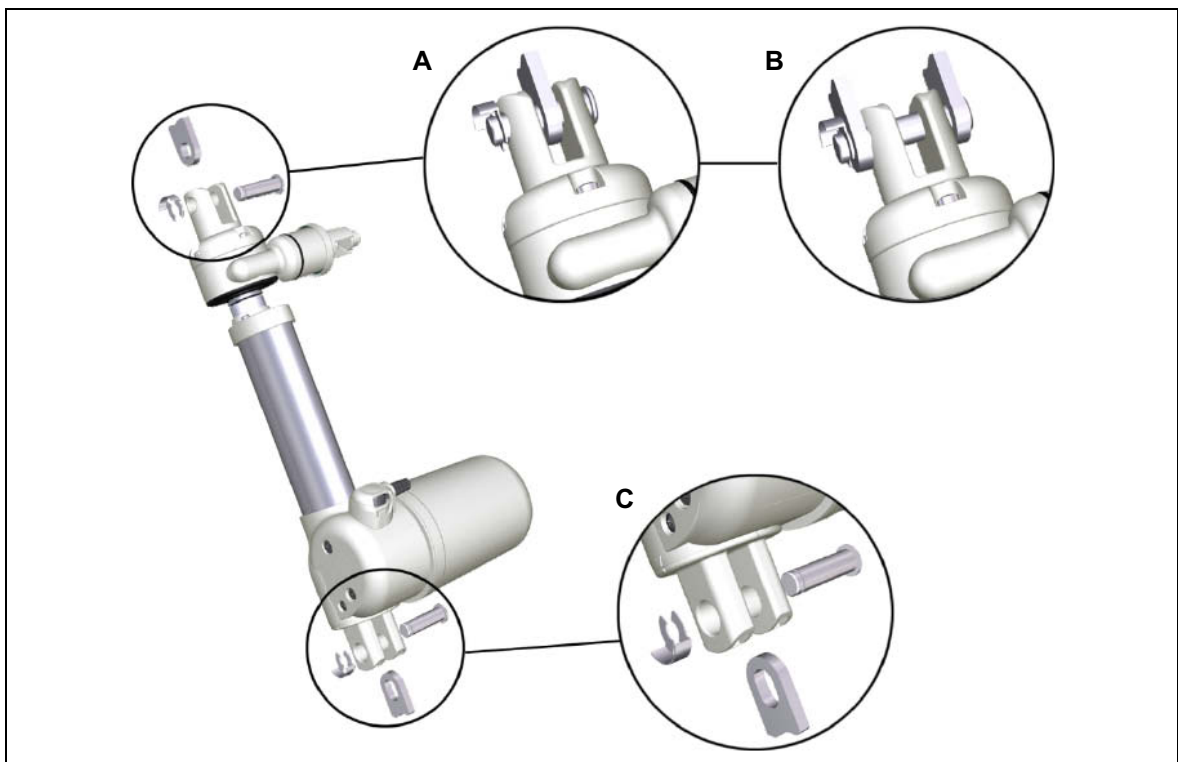

Abbildung 23 Empfohlene Beschlag-Auslegung
Neben dem genauen Fluchten der Beschläge zueinander, ist sicherzustellen, dass auf beiden Seiten der Beschläge nur eine Befestigungslasche (**A** in Abbildung 23) verwendet wird. Die Gefahr, dass beide Befestigungslaschen nicht miteinander fluchten und dadurch die Antriebseinheit verkantet, wird mit dieser Maßnahme reduziert.
Der Antrieb muss fest eingebaut sein, jedoch soll genügend Bewegungsfreiheit an seinen Befestigungspunkten vorhanden sein. Der Antrieb muss so befestigt werden, dass er in allen Positionen gegen Verdrehen und Verbiegen geschützt ist. Es können auch Beschläge mit zwei Befestigungslaschen (**B** in Abbildung 23) verwendet werden, nur sollten diese genau fluchten, damit es nicht zu einer Erhöhung der Auszugskraft kommt.
- Empfehlung: Das Langloch (**C** in Abbildung 23) sollte mindestens 2 Millimeter Spiel aufweisen.